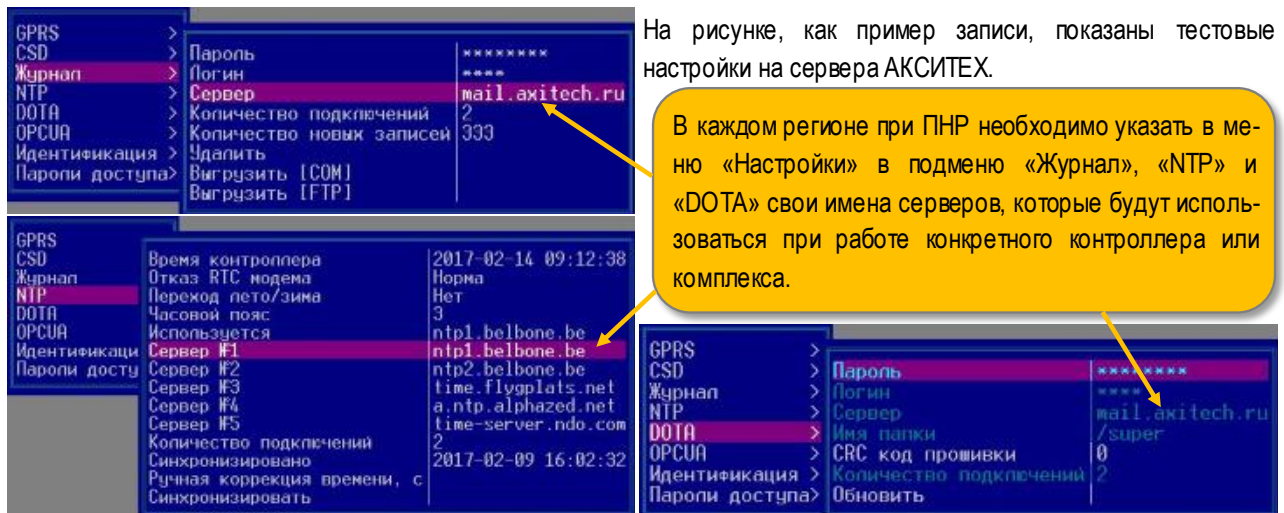

Рисунок 9 - Диалоговые окна настроек связи с серверами.
- Неправильная настройка интерфейсных модулей и как следствие большой период работы модулей и устройств в активном режиме, а процессорных - в энергозатратном режиме «Сон+GSM». Модули контроллеров в активном режиме потребляют до нескольких десятков мА (см. рисунок 9);